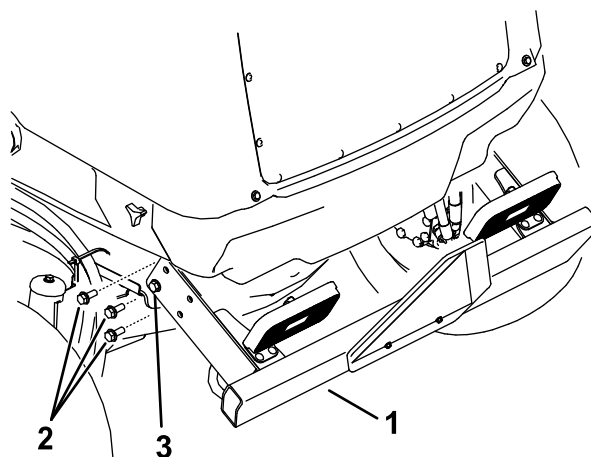

Figure 112
2. Retirez les 3 vis à embase de chaque côté du pare-chocs arrière, comme montré à la Figure 112.
embase qui fixent le pare-chocs arrière au cadre (Figure 112).